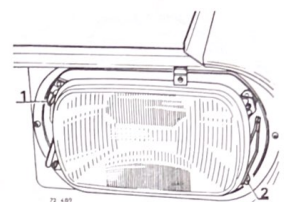

Fig. 79.—Extracción del bloque óptico:
Levantando el gancho (1) (fig. 79), inclinar el bloque óptico hacia adelante para soltar el gancho (2).